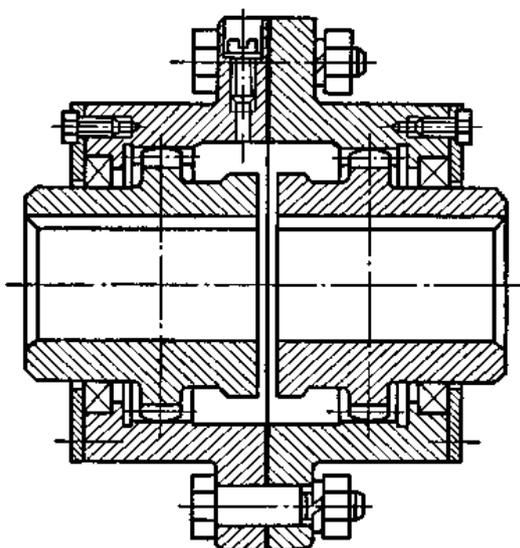

Рисунок 30. (к задаче 99)
**Задача 99.** Зубчатые полумуфты (рис. 30) соединяются болтами, поставленными без зазора. Число болтов  $z = 6$ . Передаваемый вращающий момент T. Диаметр окружности расположения болтов  $D_0$ . Материал болтов класса прочности 4.6. Нагрузка постоянная. Определить диаметр не нарезанной части стержня болта  $d_0$  и номинальный диаметр резьбовой части болта  $d$ , приняв его на 1...2 мм меньше диаметра стержня, т. е.  $d \leq d_0 - (1 - 2)$  мм. Данные своего варианта принять по табл. 44.